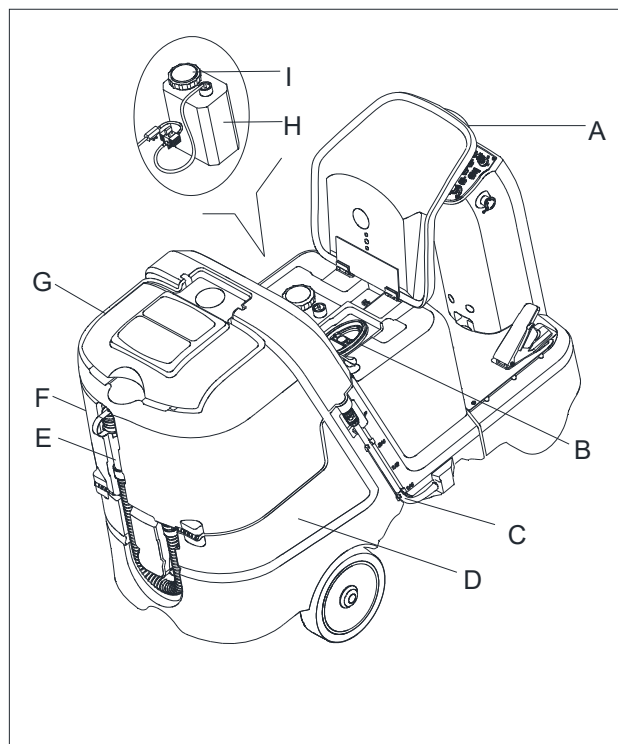

Рисунок 10
1. Поверните сиденье (А, Рисунок 10).
2. (Для машин без системы химического смешивания) Используйте переднюю наливную горловину (В, Рисунок 10) и или заднюю наливную горловину (С, Рисунок 10) для заполнения бака (D, Рисунок 10) раствором, подходящим для работы. Дополните до контрольной отметки "F" шланга проверки уровня (С, Рисунок 10). Всегда следуйте инструкциям разбавления на ярлыке химического продукта, используемого для приготовления раствора. Температура раствора не должна превышать +104°F (+40°C).
3. (Для машин с системой химического смешивания) Наполните бак (D, Рисунок 10) чистой водой при помощи наливной горловины (B, Рисунок 10) и или задней наливной горловины (C, Рисунок 10). Дополните до контрольной отметки "F" шланга проверки уровня (C, Рисунок 10). Температура воды не должна превышать +104°F (+40°C).
1. Откройте крышку (G, Рисунок 10) и убедитесь, что бак утилизации (F, Рисунок 10) пустой, в противном случае слейте его при помощи сливного шланга (E, Рисунок 10).
2. Аккуратно переверните бак утилизации (F, Рисунок 10).
3. Откройте колпачок (I, Рисунок 10).
4. Замените или заполните кувшин (H, Рисунок 10) с любым стандартным контейнером галлона моющего средства, пригодного для выполнения работ (высококонцентрированные моющие средства). Не заполняйте бак моющего средства полностью, оставьте несколько сантиметров от края.
Для установки нового контейнера кувшина, определите размер колпачка и если колпачок меньше, снимите адаптер уменьшения с колпачка шланга (I, Рисунок 10). Вставьте всасывающую трубу в кувшин (H, Рисунок 10). Плотно надавите на колпачок (I) и одновременно поверните, чтобы установить колпачок обратно на кувшин (H, Рисунок 10). В случае новой системы, системы опорожненной для чистки, и т.д., подождите, пока наполнятся шланги, перед запуском системы химического смешивания.